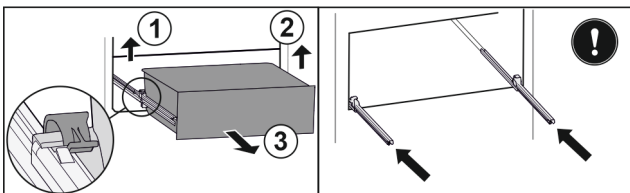

Fig. 138
- Linke Klemme anheben und gleichzeitig Schubfach links nach vorne ziehen. Fig. 138 (1)
- Rechte Klemme anheben und gleichzeitig Schubfach rechts nach vorne ziehen. Fig. 138 (2)
- Schubfach nach vorne entnehmen. Fig. 138 (3)